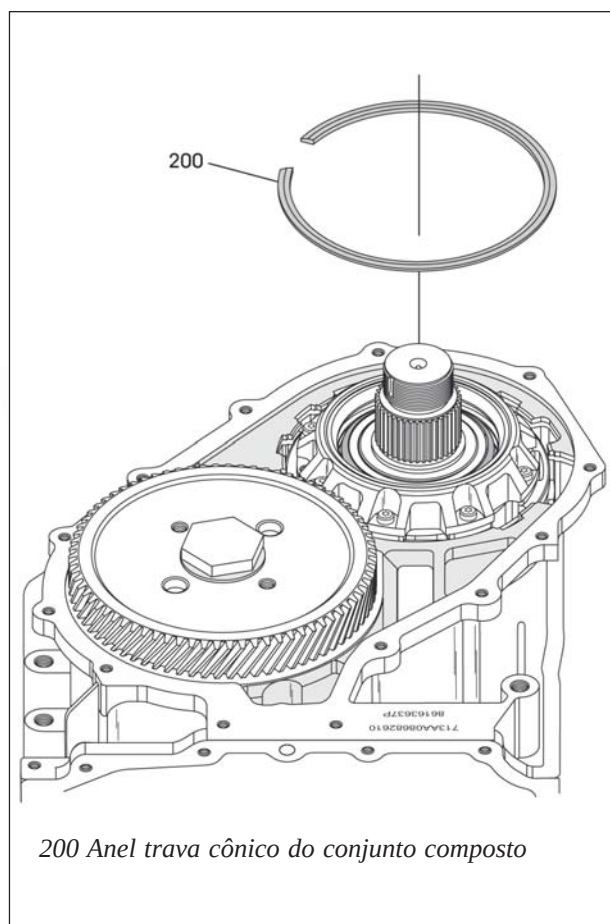

Figura 234
11. Instale o anel trava cônico que fixa o conjunto composto na carcaça, conforme mostra a figura 234, com o lado cônico voltado para cima.